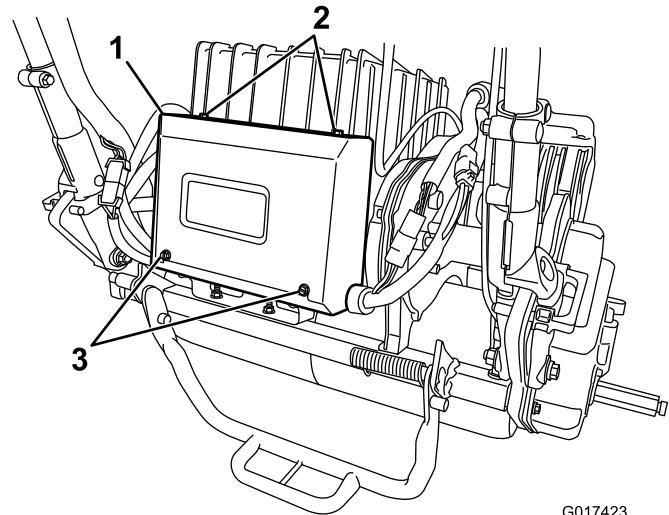

Рисунок 41
2. Выверните 2 задних винта из электрощита и ослабьте 2 верхних винта, затем снимите крышку электрощита (Рисунок 41)